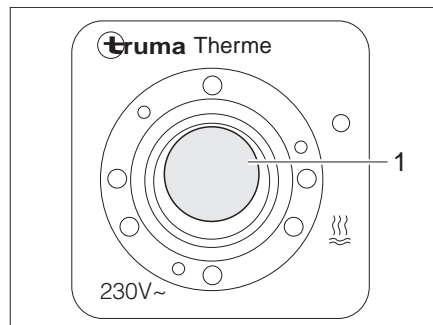

Bild 129 Bedienschalter für Therme
Mit dem Bedienschalter (Bild 129) wird die elektrische Betriebsart eingeschaltet. Die Kontroll-Leuchte (Bild 129,1) im Schalter muss leuchten.
- Bedienschalter (Bild 129) einschalten. Kontroll-Leuchte (Bild 129,1) im Schalter leuchtet.
- Bedienschalter (Bild 129) ausschalten. Kontroll-Leuchte (Bild 129,1) im Schalter erlischt.
- Bedienschalter (Bild 129) ausschalten. Kontroll-Leuchte (Bild 129,1) im Schalter leuchtet nicht.